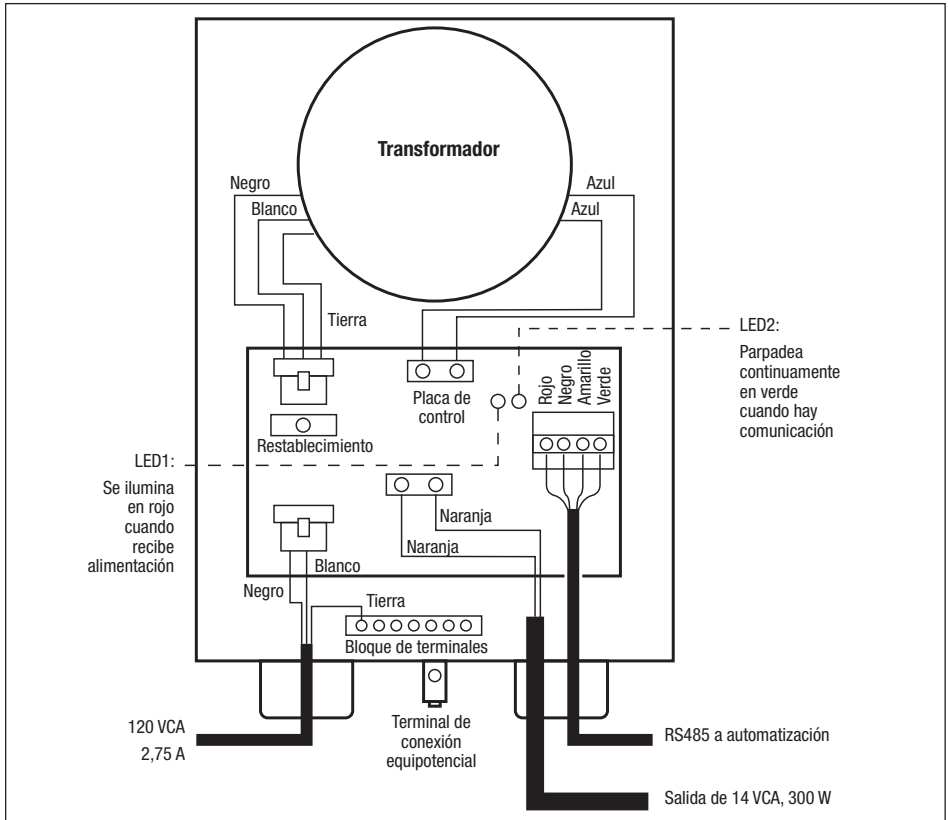

Figura 4. Cableado de las luces LED al controlador de luces LED Infinite WaterColors
Consulte la *Figura 4* para conectar las luces LED Infinite WaterColors al controlador de luces LED. Consulte el manual del controlador de luces LED Infinite WaterColors para realizar la conexión al sistema de automatización AquaLink RS.
3. Conecte los cables de bajo voltaje (el cable negro al cable anaranjado y el cable blanco al cable anaranjado). Consulte la *Figura 4*.